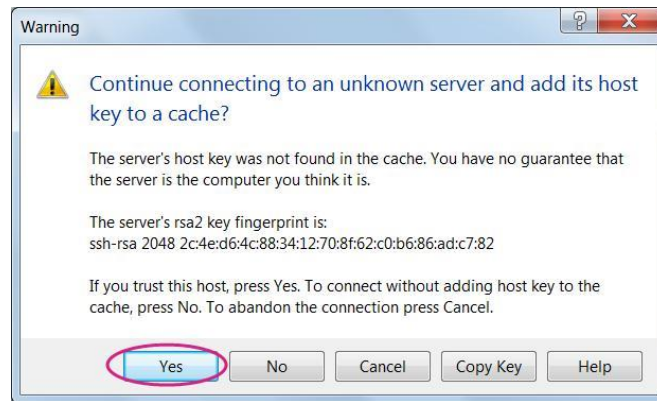

图 33 SCP 安全警告
- a) 要使用 GUI 界面，请启动 WinSCP，当您看到一个如图 33 所示的警告窗口时，点击 **Yes**。